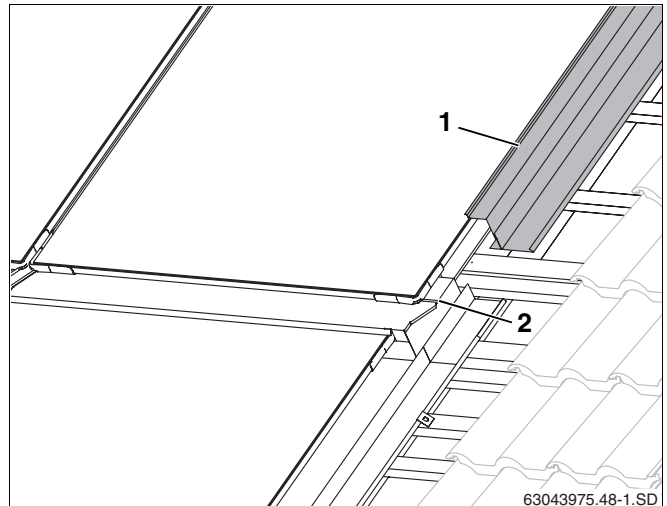

Abb. 55 Seitliches Abdeckblech, obere Reihe
- Obere seitliche Abdeckbleche (Abb. 55, **Pos. 1**) wie die unteren montieren (Kapitel 10.2 „Seitliche Abdeckbleche“).
- Schieben Sie die seitlichen Abdeckbleche über den Blechfalz der mittleren Abdeckbleche (Abb. 55, **Pos. 2**).